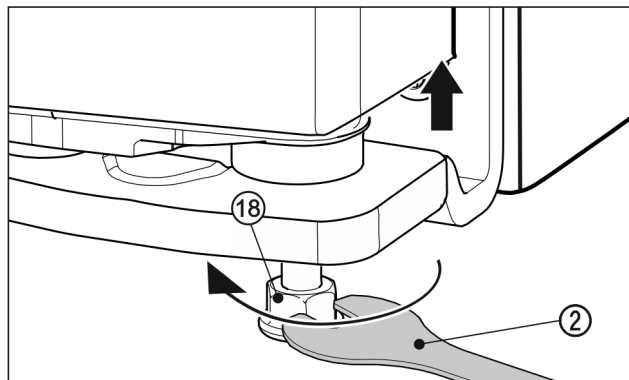

Fig. 25
- För att lyfta dörren, skruva ut justerfoten Fig. 25 (18) åt höger med den medföljande U-nykkeln Fig. 25 (2) till kontakt med golvet. Skruva sedan vidare tills dörrens höjd är justerad. Vid leverans är lagerbulten helt inskruvad.